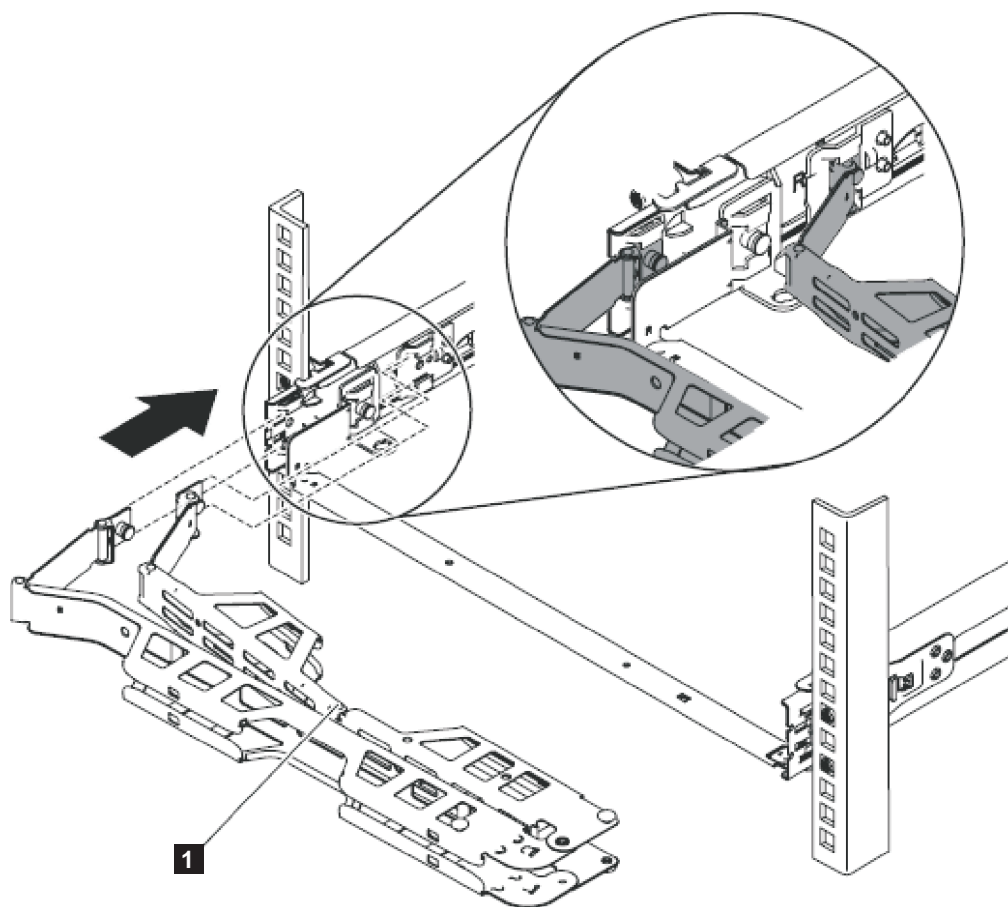

Figura 38. Instalando o suporte para organização de cabos
2. Instale o suporte para organização de cabos, conforme mostrado na Figura 38 na página 51.
Nota: Certifique-se de que as junções no braço, conforme mostrado por **1** na Figura 38, estejam voltadas para o nó.